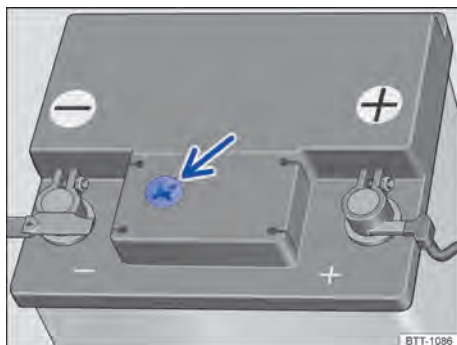

Fig. 155 No compartimento do motor: exemplo de posição do visor no lado superior da bateria do veículo.
- O visor redondo → **Fig. 155** na parte superior da bateria do veículo muda de cor conforme o nível do eletrólito.